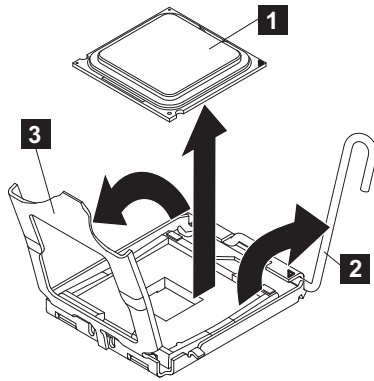

図 259. SAN ボリューム・コントローラー 2145-CG8 または 2145-CF8 のマイクロプロセッサ・ブラケット・フレームを開く
1. マイクロプロセッサを挿入するための準備としてソケットを開くには、マイクロプロセッサを取り外すときに行ったのと同様に、解放レバー（294 ページの図 259 の **2**）を下げ、外向きに押し、完全に開いた位置で停止するまで、マイクロプロセッサ解放レバーを持ち上げます。